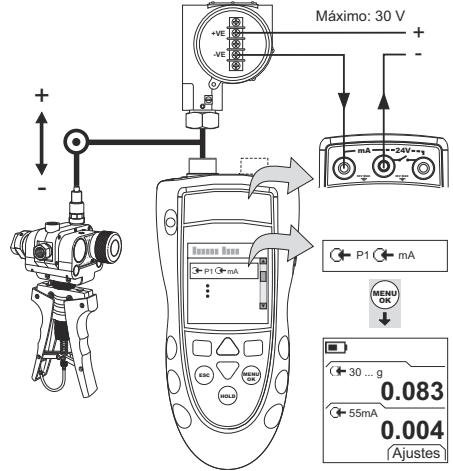
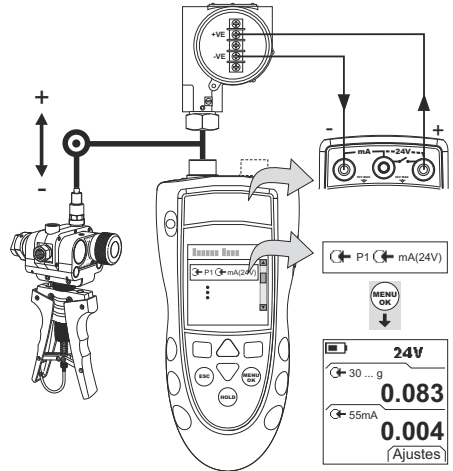

Figura 5: Ejemplo de configuración - Calibración de transmisores con alimentación de lazo externa
Figura 6: Ejemplo de configuración - Calibración de transmisores con alimentación de lazo interna
1. Conecte el instrumento (Figura 5 o Figura 6) y, si es necesario, ajuste las opciones de Configurar (Tabla 1).